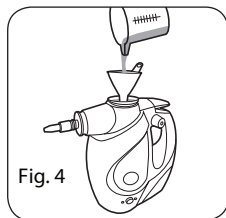

Fig. 4
2. Versare con il misurino la quantità di 300 ml dell'acqua nel contenitore dell'apparecchio (Fig. 4). (La capacità massima del contenitore dell'acqua - 300 ml. Attenzione a non traboccare il contenitore. Non riempire mai il contenitore completamente.)